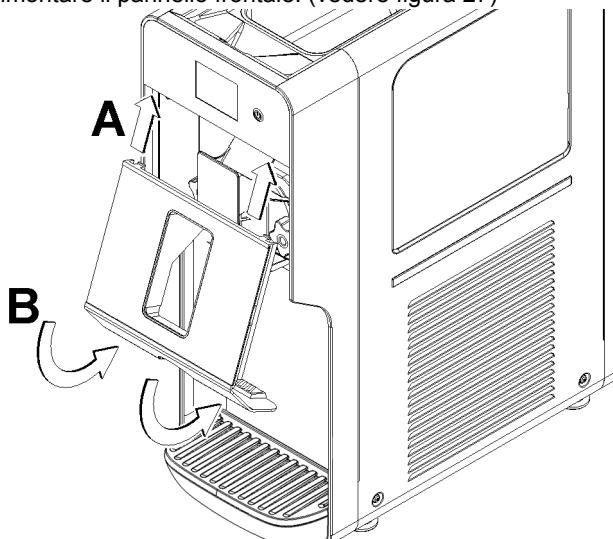

figura 27
- Rimontare il pannello frontale. (vedere figura 27)